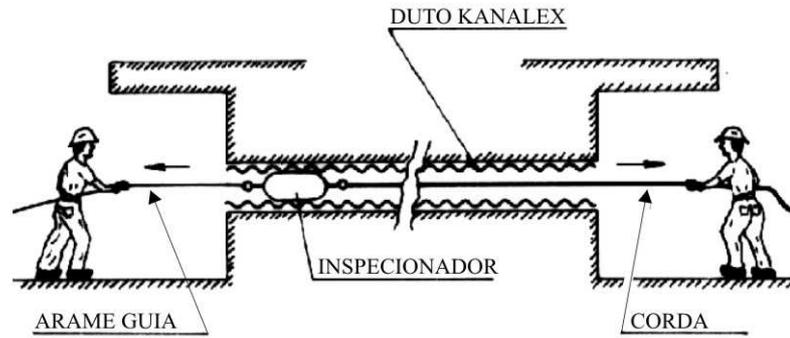

Figura 36
- b) Em seguida, puxamos o fio guia e introduzimos o inspecionador pelo interior do duto, até atingir a outra extremidade (Figura 36).